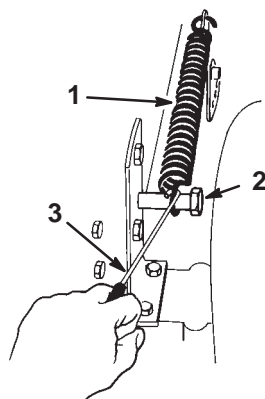

Bild 34
9. Entfernen Sie die Feder des Schnitthöhenhubs mit dem mit dem Traktor mitgelieferten Federwerkzeug von der Befestigungsschraube (Bild 34).